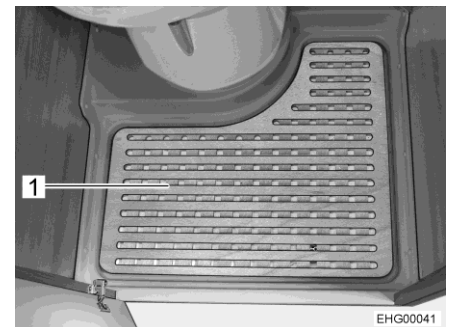

Bild 102 Uttagbar golvplatta
- Ta bort den uttagbara golvplattan (Bild 102,1) när du vill duscha.